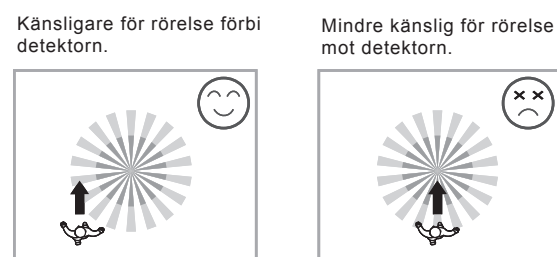

FIG. 3
- 3.1.2 Var uppmärksam på gångriktningen under testutförandet. Detektorn är mer känslig för rörelse i riktning förbi detektorn och mindre känslig för rörelse i riktning mot detektorn, vilket ger mindre avkänningsområde (se fig. 3).